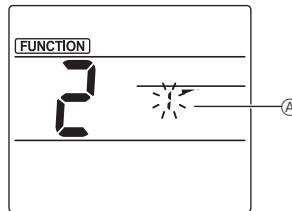

Fig. 2
- ② Избор на номера на дефлекtor (Fig. 2) Натиснете бутоните и , за да изберете номера на дефлекtorа и след това натиснете бутона .